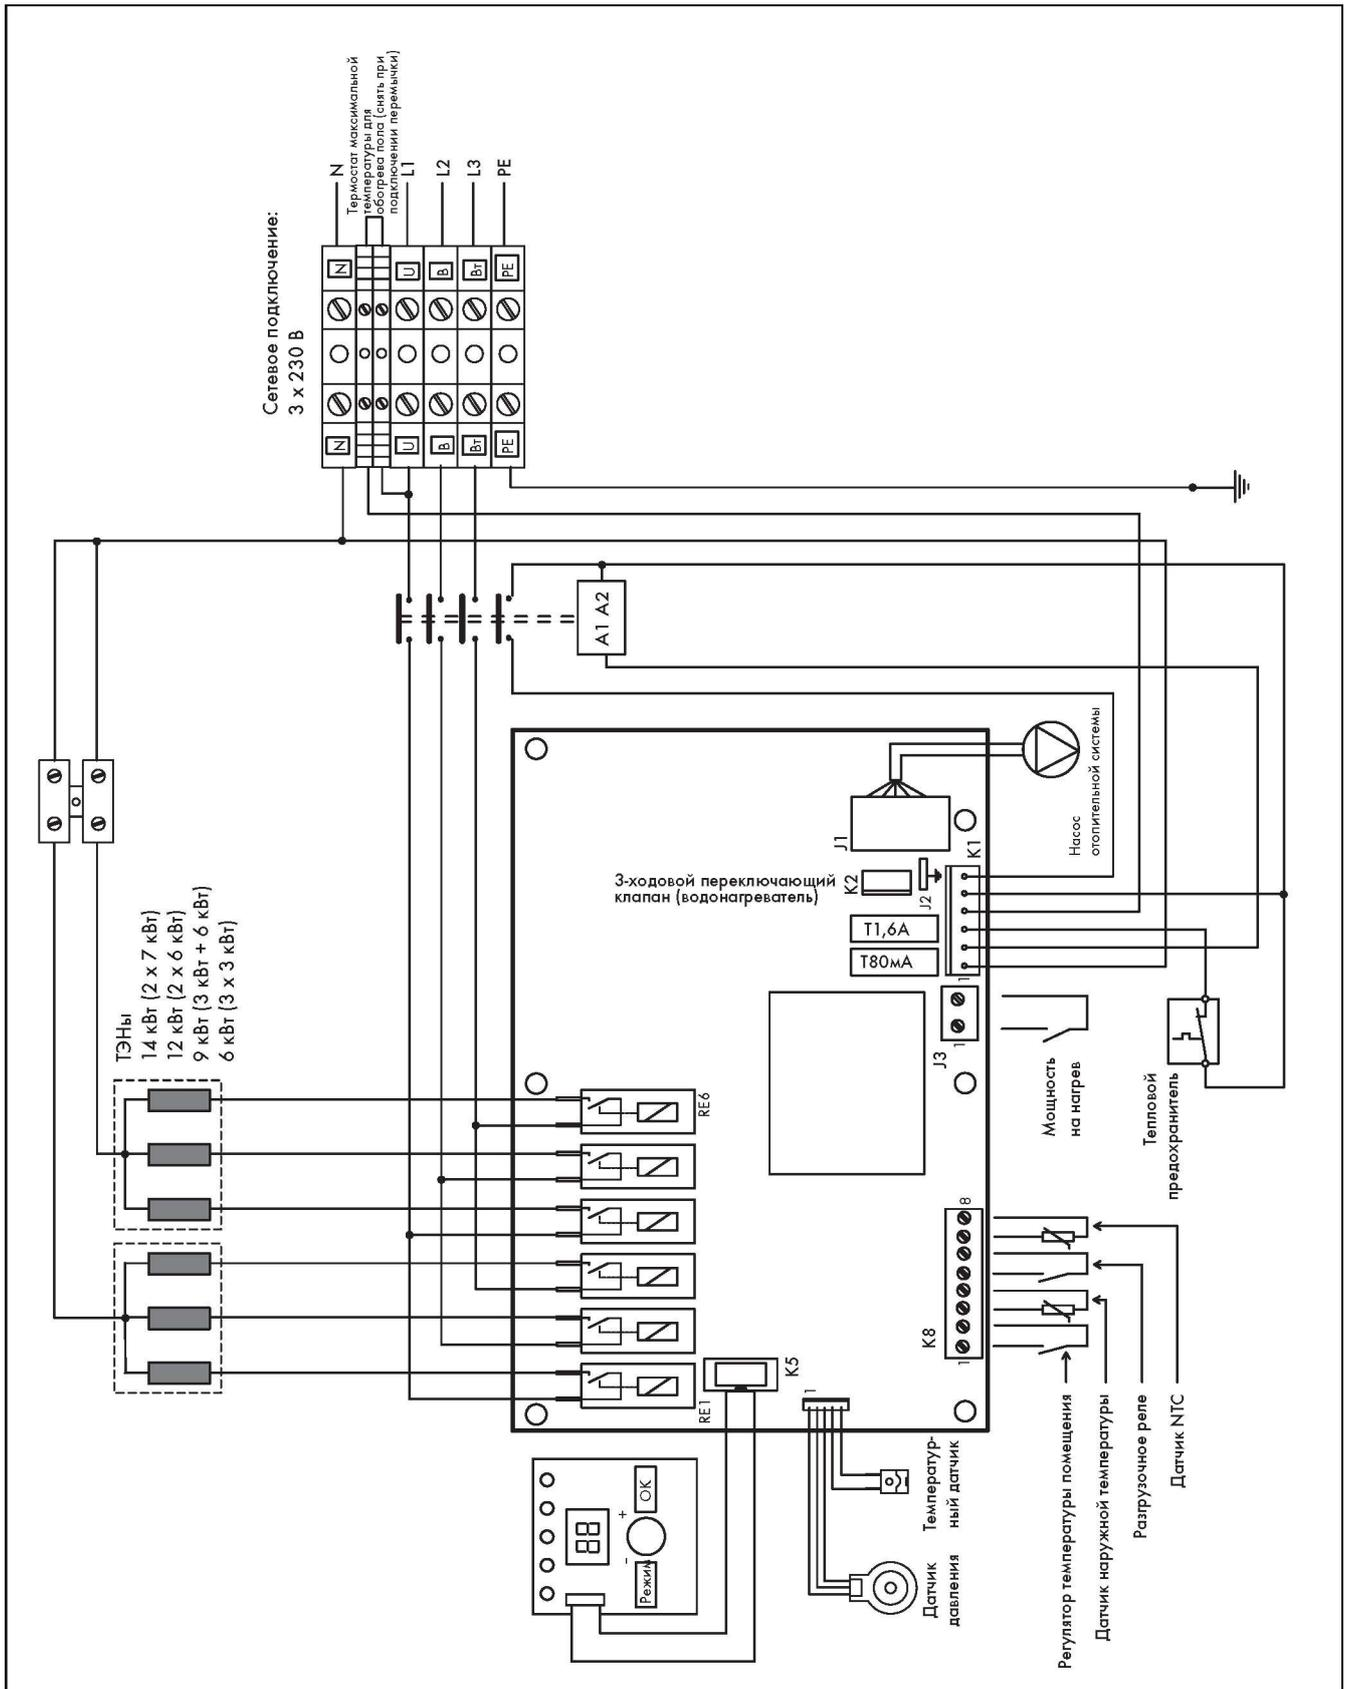

Рис. 5.2 Схема соединений для VE 6, VE 9, VE 12, VE 14
- Подсоедините соединительный кабель к соответствующим винтовым клеммам (→ Рис. 5.2 - 5.4).
- Снимите переключку с клеммы J3 (мощность на нагрев) (→ Рис. 5.2 - 5.4).
Внешнее разгрузочное реле подключается к контактам 5 и 6 штекерного соединения K8 (→ Рис. 5.2 – 5.4).